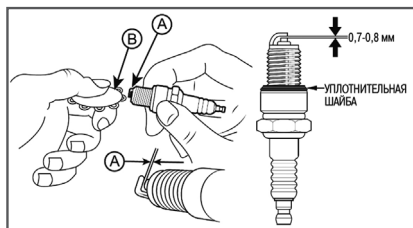

Рис. 29 Обслуживание свечи зажигания
4. Измерьте зазор А между электродами свечи зажигания специальным щупом В. Зазор А должен быть  $0,7-0,8$  мм (Рис. 29). При увеличении или уменьшении требуемого зазора, рекомендуется заменить свечу, так как регулировка зазора может привести к изменению качества искрообразования.